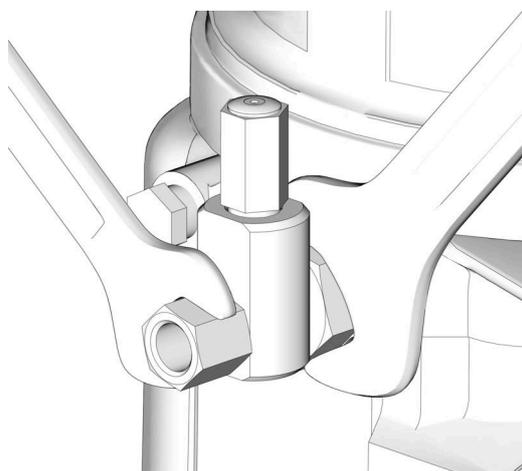

図 20
ポンプ・エレメントおよびポンプ・エレメント取り付け金具に二個の反対方向に働くレンチを使用して、取り付け金具が緩み潤滑剤とエアが漏れなくなるまでゆっくりと取り付け金具のみを緩めて、ポンプ・エレメントの圧力を開放して下さい。取り付けられた各ポンプ・エレメントにこの手順を繰り返してください(図 20)。
- ポンプ・エレメントもしくは補助取り付け金具に何かを接続する際には必ず 2 個の反対方向に働くレンチを使用してください。例については、図 20 を参照してください。